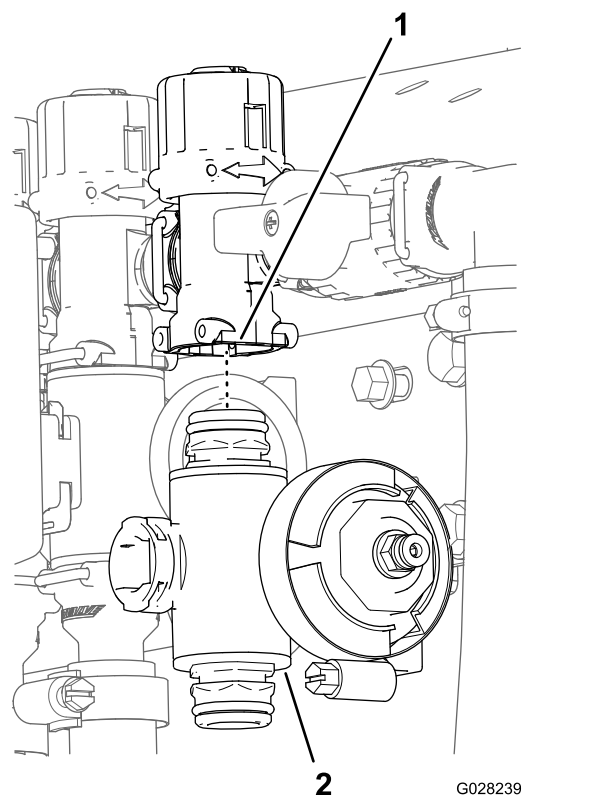

Figura 70
3. Para as válvulas de secção esquerda ou direita, retire os parafusos de cabeça flangeada e as porcas flangeadas que prendem a(s) válvula(s) de secção à montagem da válvula e retire o(s) coletor(es) da válvula da máquina; para a válvula de secção central, retire o coletor da válvula de secção da máquina (Figura 70).